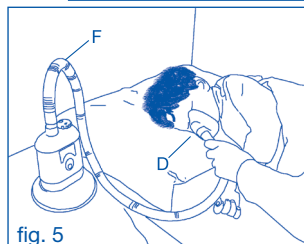

fig. 5
5. Pour administrer la dose de médicament au patient lorsqu'il est couché (fig. 5), utiliser le tuyau de rallonge (F) en raccordant une extrémité au masque (D) ou (E) et l'autre extrémité à l'appareil, adéquatement positionné sur le support de table prévu à cet effet (I).